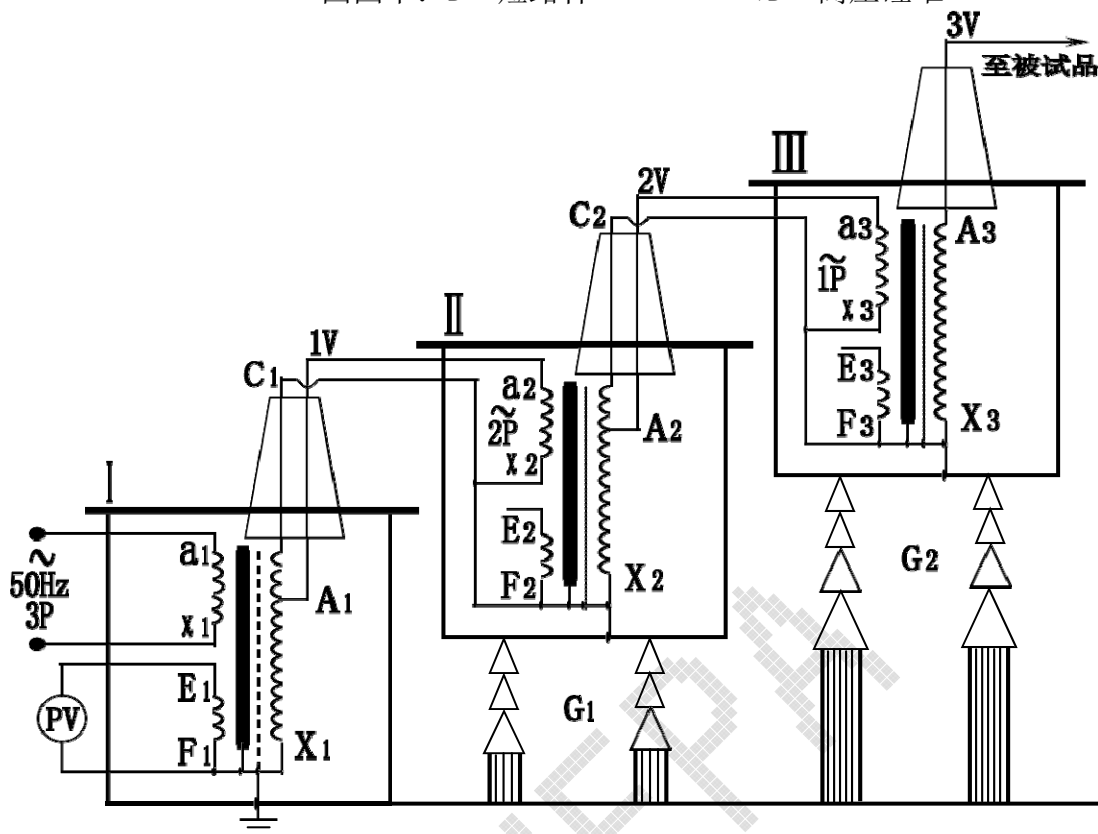

图 5：三台试验变压器串级接线原理图
3、三台试验变压器串级获得更高电压的接线原理见图5。串级高压试验变压器有很大的优越性，因为整个试验装置由几台单台试验变压器组成，单台试验变压器容量小、电压低、重量轻，便于运输和安装。它既然可串接成高出几倍的单台试验变压器输出电压组合使用，又可分开成几套单台试验变压器单独使用。整套装置投资小，经济实惠。图 5 中，在第一级和第二级的每个单元试验变压器中都有一个励磁绕组 A1、C1 和 A2、C2。